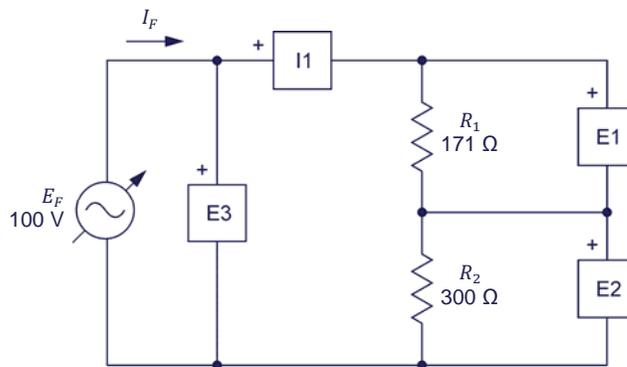

Figura 1-9. Circuito ca con dos resistores conectados en serie.
24. Monte el circuito mostrado en la figura 1-9. Para obtener la disposición de resistores de la figura 1-9, haga las conexiones y configuraciones de interruptores necesarias en la Carga resistiva (consulte el Apéndice C de ser necesario). Utilice las entradas *I1*, *E1*, *E2* y *E3* de la **Interfaz de adquisición de datos y de control** para medir la corriente de la fuente I_F , la tensión E_{R1} y la tensión E_{R2} , respectivamente.